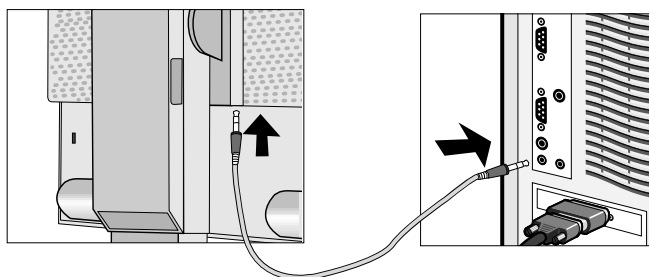

Figura A.1
2. Collegare il cavo audio a "AUDIO INPUT" sul retro del monitor e l'altra estremità al terminale "Audio out" del computer (**Figura A.1**).